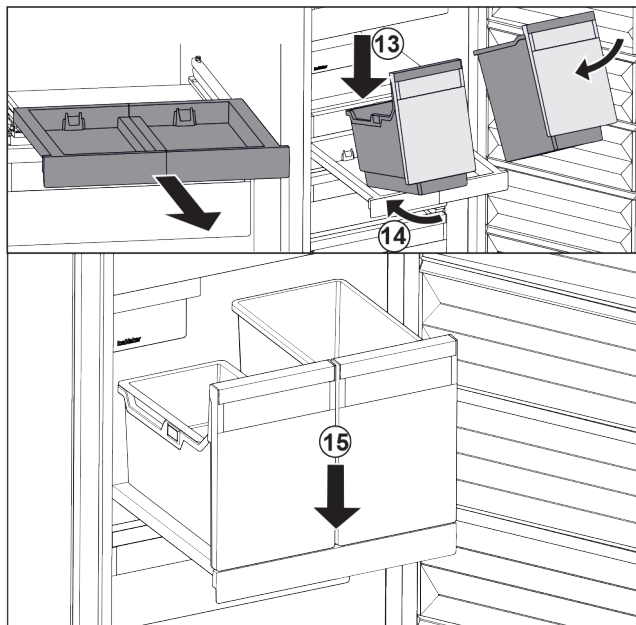

Fig. 105
- ▶ Sett beholderen skrått på uttrekksplaten. Fig. 105 (13)
- ▶ Skyv inn beholderen skrått bakover. Fig. 105 (14)
- ▶ Sett ned beholderen foran. Fig. 105 (15)